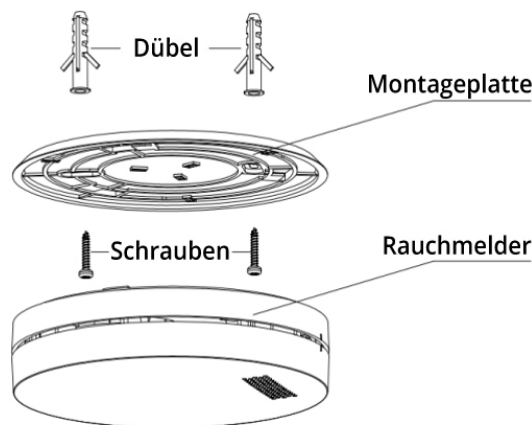

Abbildung 3
4. Schrauben Sie die Montageplatte an die Decke (siehe Abb. 3).